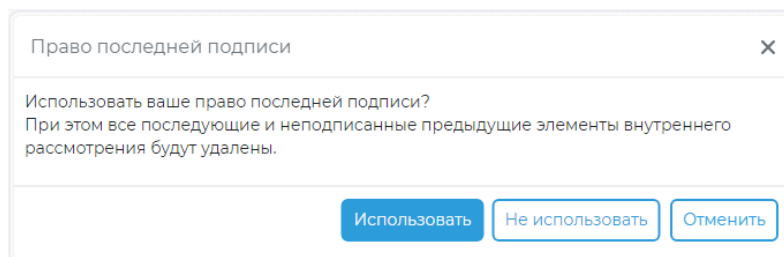

Рисунок 12.27 – Использование ППП
- Если пользователь принимает решение по заявке, то вне зависимости от установленного флага передачи последней подписи, ему будет задан вопрос о необходимости воспользоваться правом последней подписи (Рисунок 12.27). При утвердительном ответе в элементе маршрута появится его «последняя» подпись с соответствующим графическим изображением, а все следующие неподписанные (в том числе незаполненные элементы) элементы внутреннего маршрута будут удалены.